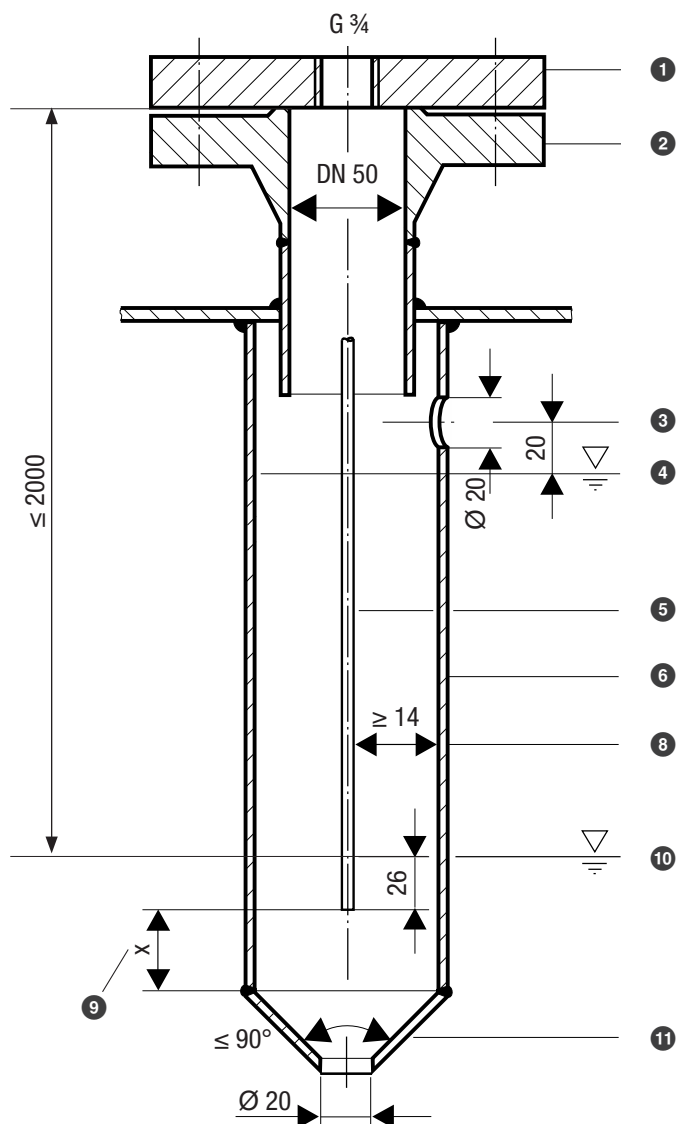
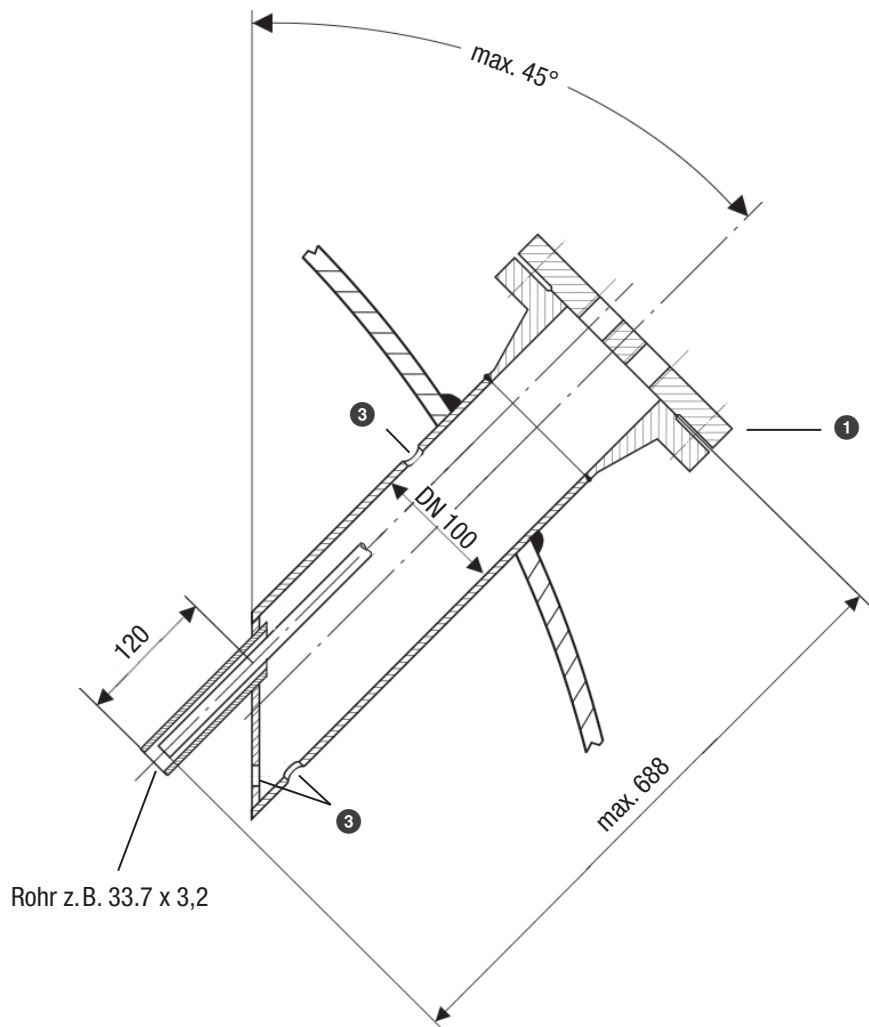

Fig. 12
Fig. 16
- Beachten Sie die Mindestabstandsmaße beim Einbau der Niveauelektrode, siehe Einbau-beispiele Fig. 12 bis Fig. 16.
Einbaubeispiel mit Maßvorgaben, siehe Fig. 12, Seite 30
Legende Fig. 12 bis Fig. 16
- ① Fig. 12, 13: Flansch (PN 40, DN 50) EN 1092-1 (Einzelelektrode)